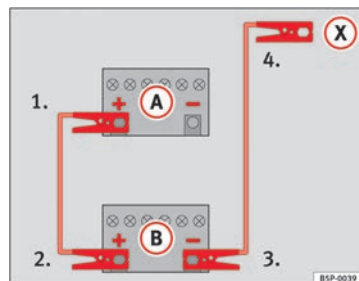
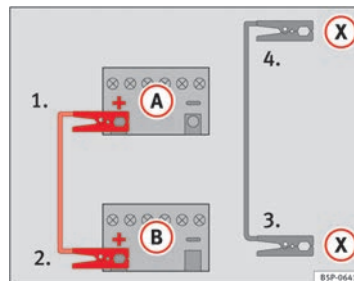

Fig. 244 Esquema de conexión para vehículos sin sistema Start Stop.
Fig. 245 Esquema de conexión para vehículos con sistema Start Stop.
- Emborne un extremo del cable **rojo** de emergencia al polo positivo (+) del vehículo con la batería descargada (A ⇒ fig. 244).
- Emborne el otro extremo del cable **rojo** de emergencia al polo positivo (+) del vehículo que suministra la corriente (B).
- Emborne un extremo del cable **negro** de emergencia al polo negativo (-) del vehículo que suministra la corriente (B ⇒ fig. 244).
- Emborne el otro extremo del cable **negro** de emergencia (X), en el vehículo con la batería descargada, a una pieza de metal maciza que vaya atornillada al bloque motor o al mismo bloque motor pero más alejado posible de la batería (A).
- Emborne un extremo del cable *rojo* de emergencia al polo positivo (+) del vehículo con la batería descargada (A) ⇒ fig. 245.
- Emborne el otro extremo del cable *rojo* de emergencia al polo positivo (+) del vehículo que suministra la corriente (B).
- Emborne un extremo del cable *negro* de emergencia (X) a un terminal de masa adecuado, a una pieza de metal maciza que vaya atornillada al bloque motor o al mismo bloque motor ⇒ fig. 245.
- Emborne el otro extremo del cable *negro* de emergencia (X), en el vehículo con la batería descargada, a una pieza de metal maciza que vaya atornillada al bloque motor o al mismo bloque motor pero más alejado posible de la batería (A).